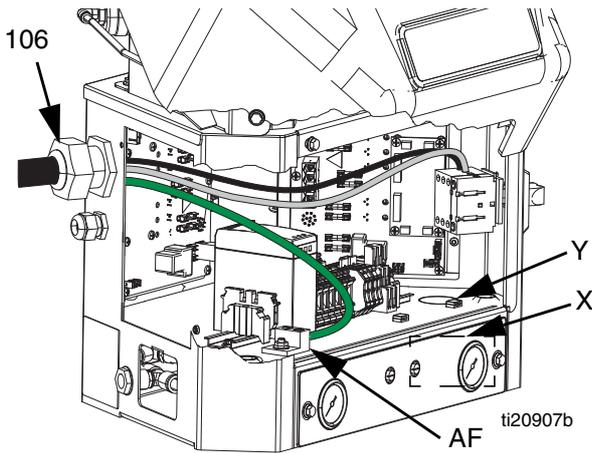

FIG. 14
**NOTA:** El casquillo de alivio de tensión instalado (106) corresponde a un cable eléctrico con un diámetro externo de 0,708-1,260 pulg. Consulte FIG. 14. Si es necesario, utilice una llave para apretar el casquillo de alivio de tensión hasta que quede ajustado en el cable.
**NOTA:** Se incluyen los tubos 17F777 y 17F779 para un cable eléctrico de menor diámetro. Coloque alrededor del cable de alimentación y asegúrelo en el casquillo de alivio de tensión (106).
5. Introduzca el cable eléctrico por el casquillo de alivio de tensión del armario eléctrico (106). Consulte la FIG. 14 en la página 19.
- a. Tendido alternativo del cable eléctrico: utilizando conducto, pase el cable eléctrico desde el puerto de acceso (X) a través del orificio (Y). Se requiere un conducto al tender cables cerca de componentes de aire comprimido.
- Conecte el cable de conexión a tierra a la conexión a tierra del chasis (AF). Consulte FIG. 14.